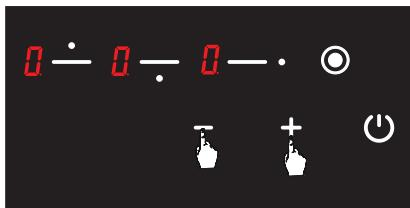

Рис. 7
3. Рівень потужності відповідної конфорки можна встановити в значення - 9 за допомогою кнопок і або в значення від 9 до згідно з параметрами плити (Див. рис. 7).